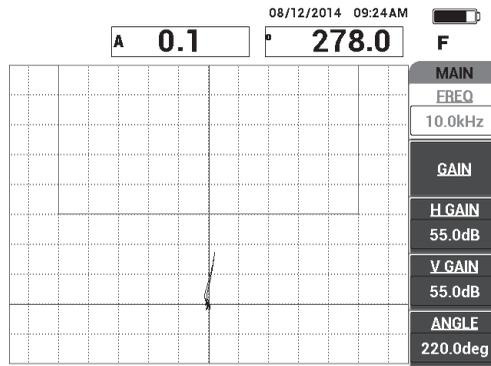

Abbildung 6-24 Signal einer Ablösung
3. Scannen Sie langsam über eine der Ablösungen von 13 mm und drücken Sie auf die Direktzugriffstaste FREEZE () (siehe Abbildung 6-24 auf Seite 152).